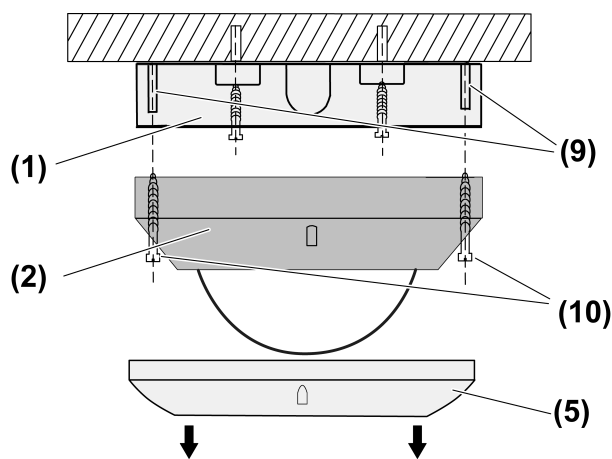
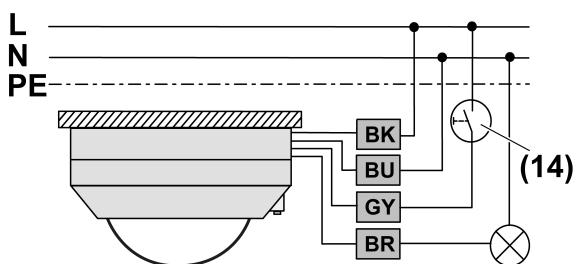
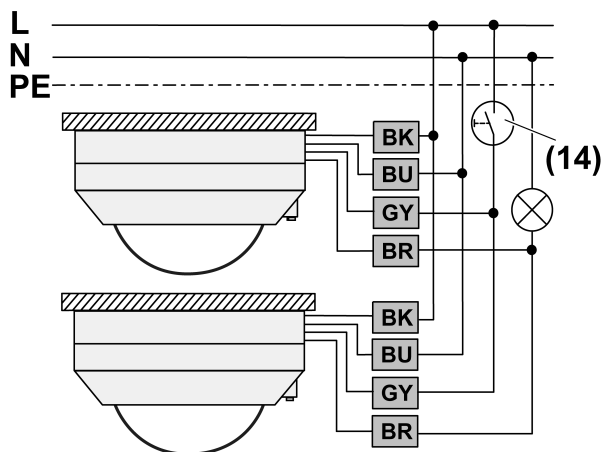

Imagen 7: Montaje
Imagen 9: Esquema de conexión aparato individual
Imagen 10: Esquema de conexión en paralelo para ampliar el campo de detección
- (1) Caja de conexiones
- (2) Carcasa del sensor
- (5) Anillo embellecedor
- (9) Clavijas de fijación
- (10) Tornillos
- Retirar anillo embellecedor (5) (Imagen 7).
- Soltar los tornillos (10) (Imagen 7).
- Conectar el suplemento del sensor según el esquema de conexiones (Imagen 9) o las carcassas del sensor en paralelo conforme al esquema de conexiones (Imagen 10).
- Conectar opcionalmente el pulsador de instalación (14) (Imagen 9) o (Imagen 10). Sólo será necesario cuando se desee un manejo manual.
- i** En aparatos individuales se puede utilizar de forma alternativa al pulsador de instalación (14) un mecanismo auxiliar de 2 hilos.
- Atornillar el suplemento del sensor (2) con tornillos (10) y clavijas de fijación (9) en la caja de conexiones (1) (Imagen 7).